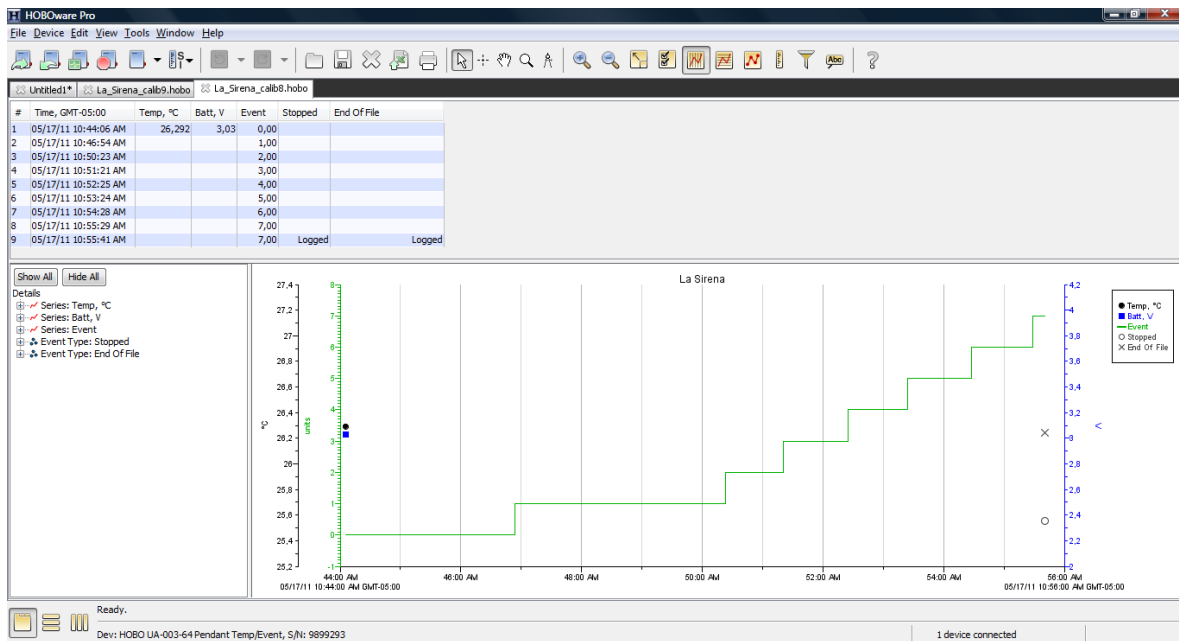

Figura 4. Ventana que muestra el gráfico y la tabla con los detalles de los eventos
2.2.10 Se hace click en PLOT y el software mostrará los datos de las oscilaciones como eventos. Ver figura 4.